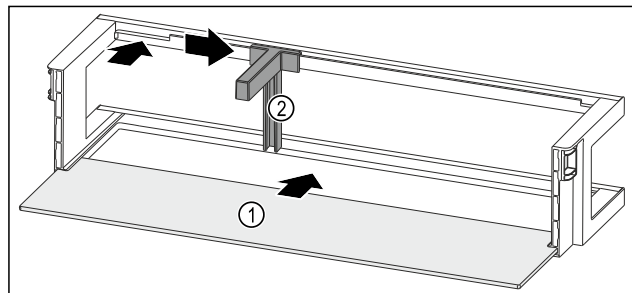

Fig. 273 Polica u vratima s policom za odlaganje
- Umetnite policu Fig. 273 (1) u bočna udubljenja.
- Držać za boce Fig. 273 (2) umetnite u otvor.
- Držać za boce Fig. 273 (2) pogurnite u željeni položaj na stranu.